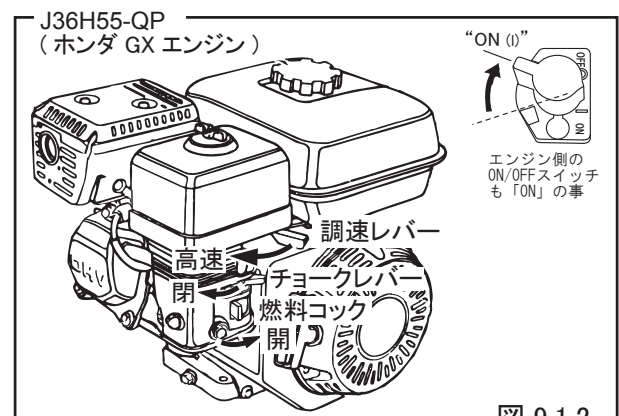

図 9.1.2
- 燃料コックのレバーを「開」にして燃料を通します。(図9.1.2)